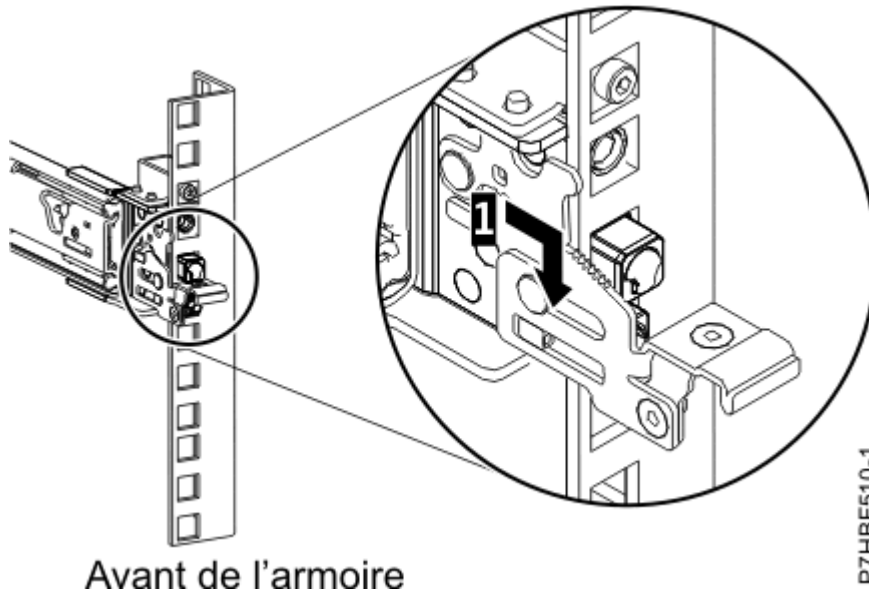

Figure 5. Broches installées sur la glissière avant de l'armoire
6. Tirez la glissière vers l'avant et insérez les trois broches à l'avant de la glissière dans les trous précédemment marqués de l'unité EIA sélectionnée. Abaissez la glissière **(1)** pour engager le crochet sur la broche du milieu. Pour plus de détails, voir Figure 5, à la page 6.